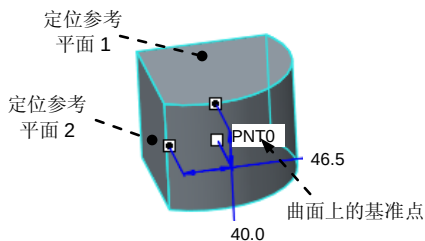

图 3.1.2 创建基准点
Step3. 在图 3.1.2 所示的圆柱表面上创建基准点。
(2) 定位基准点。在“基准点”对话框中进行如下操作：
- ① 选取偏移参考。在 偏移参考 下面的空白区单击，以激活此区域，然后按住 Ctrl 键，选取图 3.1.2 所示的两个表面为偏移参考。
- ② 在“基准点”对话框中修改定位尺寸。